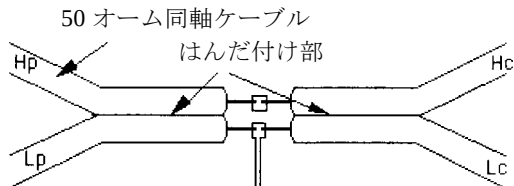

図 3
5.2 4 端子プローブ(four-point probe) — インピーダンスを測定するため、プローブは 4 つの同軸測定端子、Hc(高電流), Hp(高ポテンシャル), Lc(低電流)およびLp(低ポテンシャル)で構成されている。独立した同軸ケーブルは、相互インダクタンス(端子間)により生じた作用および/または測定された信号からの干渉を最小にするため、被測定パッケージと測定計器の間で使用される(図 3 と 6 参照)。
8.2 4 端子プローブ — 図 3 参照